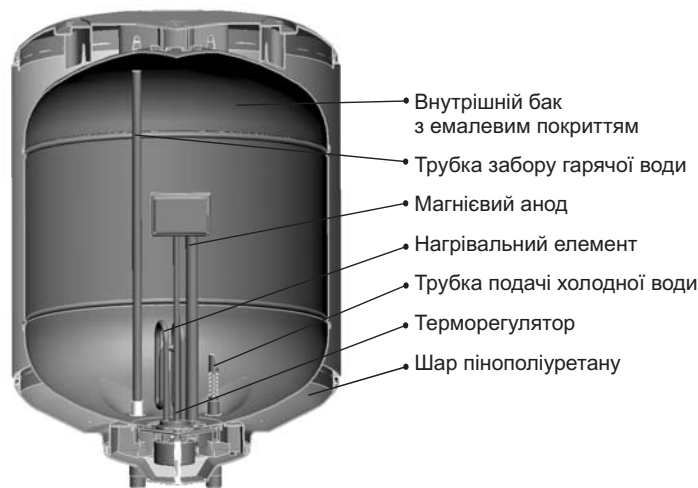

Рис. 1. ЕВАД DELFA в розрізі та його складові частини
ЕВАД складається з двох сталевих баків (Рис. 1): внутрішнього і зовнішнього з теплоізоляційним прошарком між ними з пінополіуретану що надає ЕВАД властивості термоса. Для захисту від корозії внутрішня поверхня робочого бака покрита емаллю з вмістом титану та кобальту.
Індикатор нагрівання показує умовний рівень температури води всередині робочого бака. Градування індикатора умовне і для точного виміру температури води у баці не призначене. Магнієвий анод (рис.1) забезпечує додатковий захист внутрішнього бака від корозії, а також в значній мірі запобігає виникненню накипу на ТЕНі. Взаємодія катионів магнію з солями, що розчинені у воді приводить до утворення пухкого накипу, що осідає на дно і усувається при чищенні бака.
1. Чищення внутрішнього бака водонагрівача від накипу (Рис. 1).
2. Чищення фланця нагрівального елемента від накипу (Рис. 1).
3. Заміни магнієвого анода (Рис. 1).